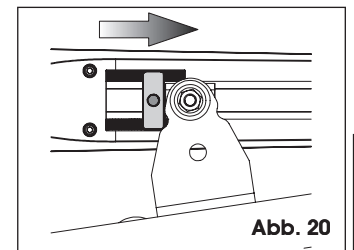

Abb. 20
4. Den mechanischen Anschlag an die vordere Befestigung annähern (siehe Abb. 20).